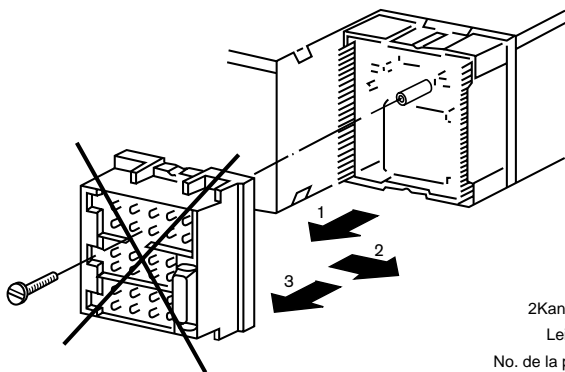

Fig. 16
2. Retirar a caixa de ligações, fig. 16.